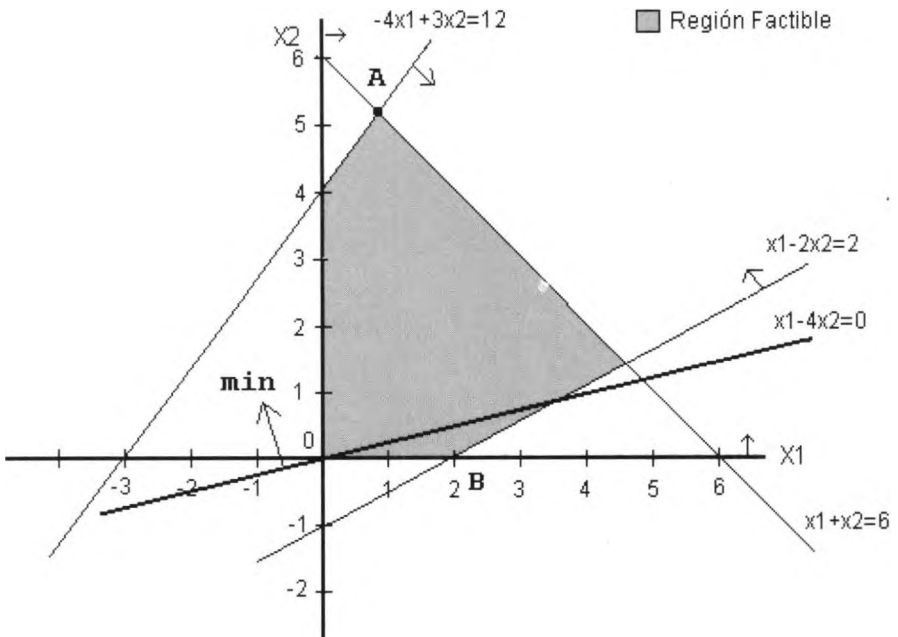

Figura 1.4 Dibujo de la región factible. Ejemplo 11.
Paso 2. Ver figura 1.4.
Nota: Si el programa hubiese estado escrito en forma maximizante, el óptimo se obtendría en el punto $B(2,0)$, como puede verse en la figura 1.4.